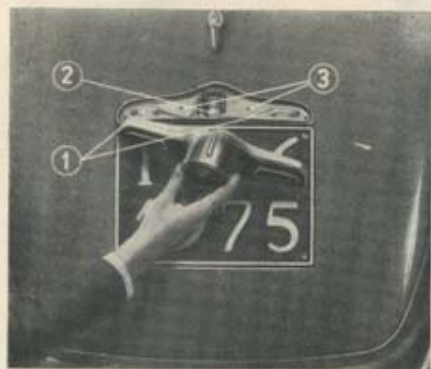

Fig. 35. - Smontaggio del fanalino posteriore.
Per sostituire le lampadine del fanalino posteriore illuminazione targa, e segnalatore d'arresto è sufficiente togliere le due viti (3) che fissano il corpo del fanalino alla scocca come indicato nella fig. 35.